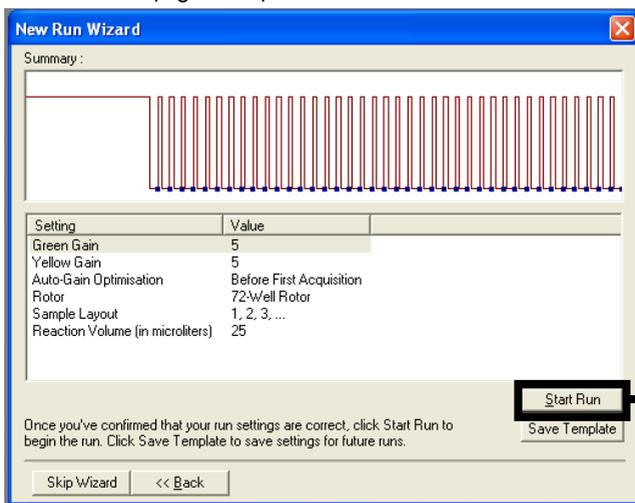

Figura 36. Finestra di dialogo "New Run Wizard" (Procedura guidata nuovo processo). 1 = "Start Run" (Avvia seduta).
- Controllare il riepilogo e fare clic su Start Run (Avvia seduta) per salvare il file della seduta e avviare la seduta (Figura 36).